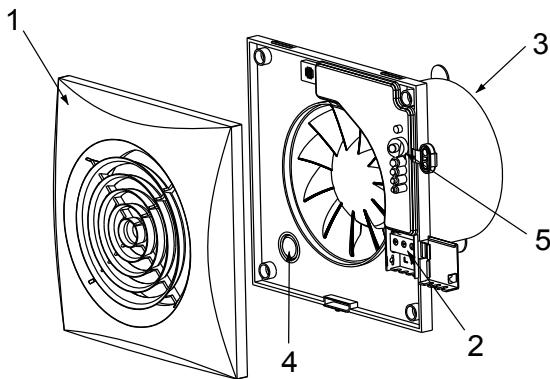

Fig.1b
5. Touche de réglage (SILENT-100 CHZ VISUAL- fig.1b).